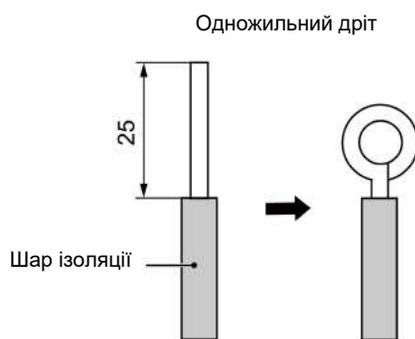

Рис.5.1.1
(1) Підключення одножильного дроту (як показано на рис.5.1.1)